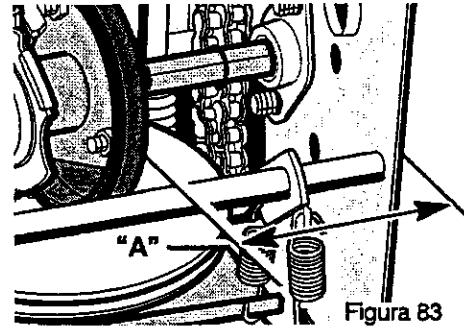

Figura 83
7. Fijese en la posición de la rueda de fricción (consulte la Figura 83). La distancia correcta "A" desde el lado derecho de la rueda de fricción hasta la parte exterior de la caja del motor es la siguiente:
3. Mueva la rueda de fricción a la posición correcta (Figura 83).